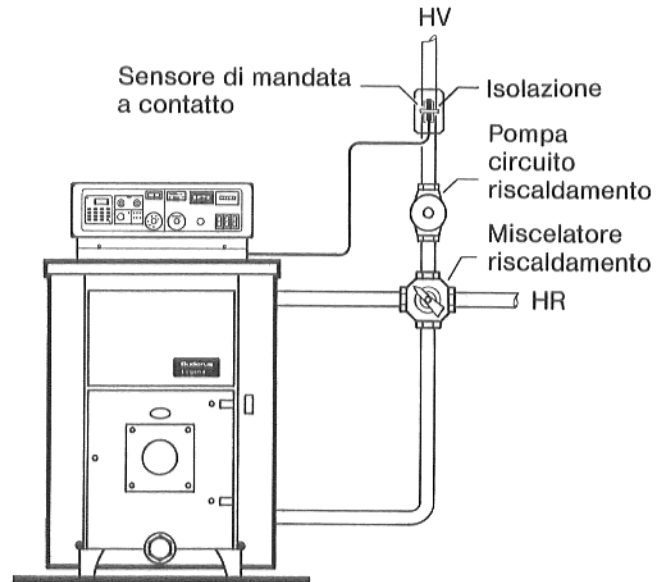

Fig. 1
2. Il sensore di mandata a contatto deve venire piazzato sulla tubazione di mandata, immediatamente dopo la pompa (Fig. 1).